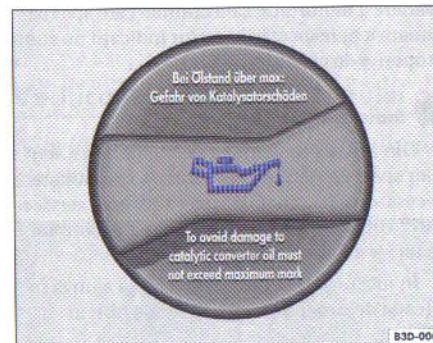

Fig. 11 În compartimentul motorului: Capacul orificiului de umplere cu ulei
- Deșurubați capacul guri de umplere ⇒ fig. 11.